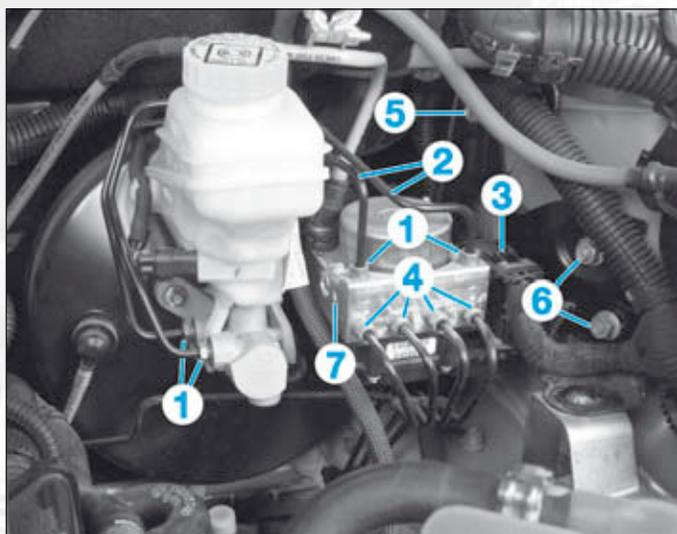

FIG.27
- Desserrer les raccords hydrauliques (1) (prévoir l'écoulement résiduel du liquide de frein) (Fig.27).